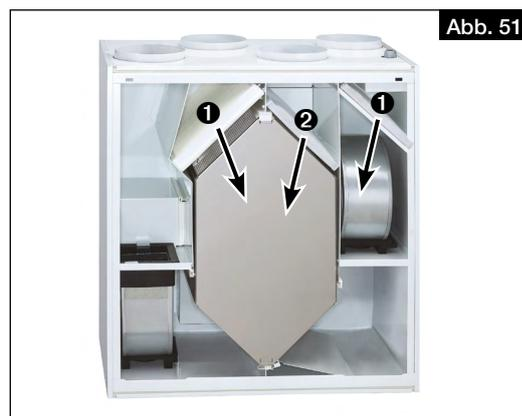

Abb. 51
2. Außen- **1** und Abluftfilter **2** nach vorne herausziehen und diese wechseln (s. Abb. 51).